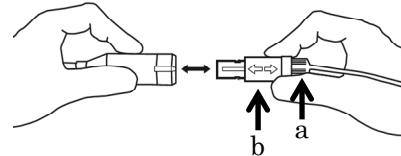

図2
- (1) ケーブル側のコネクタについた矢印の両側を持つ。
- (2) 電極カテーテル側のコネクタを把持しながら、ケーブル側のコネクタを引き抜く(図2)。ケーブルを電極カテーテルから外す際、ケーブル側のコネクタは、付け根部分(図2-a)を引っ張っても外れないので、コネクタの矢印部分(図2-b)を持ち引き抜くようにすること。